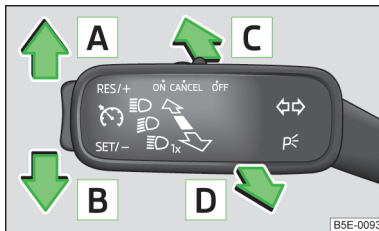

Abb. 30
- Den Blinker- und Fernlichthebel zum Lenkrad ziehen und nach unten schieben » Abb. 30 auf Seite 55.
- Den Blinker- und Fernlichthebel zum Lenkrad ziehen und nach oben schieben » Abb. 30 auf Seite 55.
Mit dem Bedienungshebel können die folgenden Funktionen bedient werden » Abb. 30.